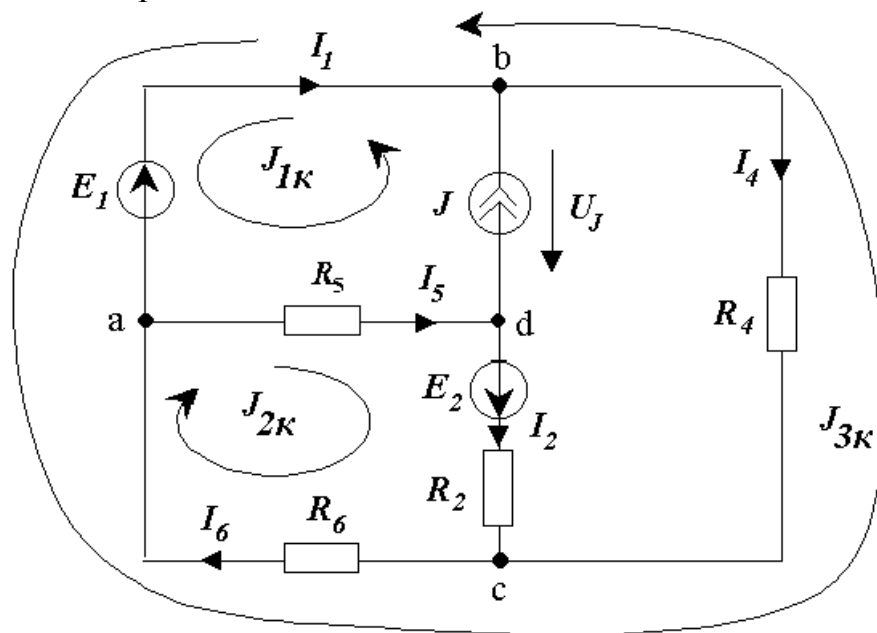

Рис. 4. Расчётная схема
3. Выбираем положительные направления токов. В ветвях, содержащих ЭДС – по направлению ЭДС, в остальных ветвях – произвольно. Расчетная трехконтурная схема электрической цепи с указанными направлениями токов в ветвях, напряжения на источнике тока и контурных токах приведена на рис. 4.
Выбираем независимые контуры. В рассматриваемой схеме их три (рис. 4). При этом, поскольку ветвь **bd** содержит идеальный источник тока, эта ветвь может входить только в один контур. Ток этого контура равен току источника: $J_{1к} = J = 2$ А. Для остальных контурных токов составляем уравнения: